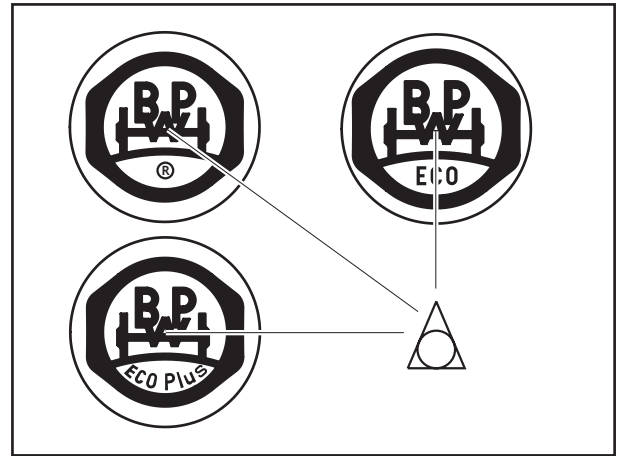
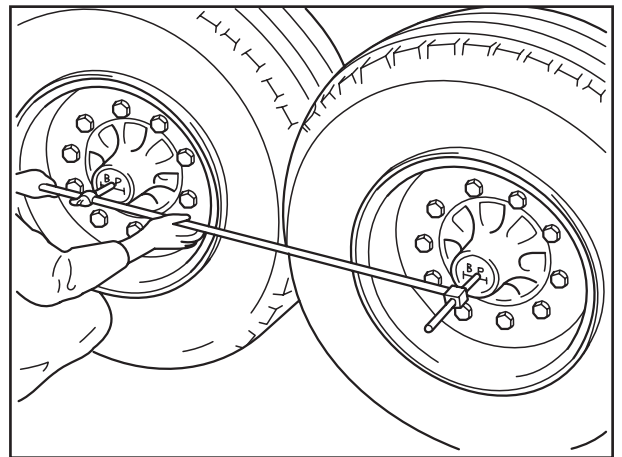

Fig. 11
Fig. 12
- [4] Nabenkapseln ggf. mit etwas BPW Spezial-Langzeitfett ECO-Li^{Plus} nachfüllen (entfällt bei ECO- und ECO^{Plus} Nabensystem) und mit dem vorgeschriebenen Anziehdrehmoment siehe Kapitel 1 festziehen. Das Dreieck im BPW Zeichen liegt zentrisch (Fig. 11).
- [5] Abstand von der Bezugsachse bis zu den nächsten Achsen mit Körnerspitzen im Dreieck der Nabenkapsel (Fig. 12) bzw. bei alten Nabenkapseln in den Ansenkungen der Achsschenkel messen, zul. Toleranz ± 1 mm (Seite 13-2, Fig. 3).
| <p>[4] Refill hub caps, if required, with BPW special longlife grease ECO-Li^{Plus} (does not apply to the ECO and ECO^{Plus} hub system) and tighten in to the specified torque, see chapter 1. The triangle in the BPW symbol is positioned in the centre (Fig. 11).</p> <p>[5] Measure distance from the reference axle to the nearest axles using the triangle of the hub caps (Fig. 12) or, in the case of old hub caps, in the recesses of the steering knuckles: permissible tolerance ± 1 mm (Fig. 3, page 13-2).</p> <p>[6] If differences exist in the results of the measurement, perform setting as described in steps 2. - 4.</p> | <p>[4] Remplir les capuchons de moyeu, en cas de besoin avec un peu de graisse spéciale BPW longue durée ECO-Li^{Plus} (pas pour les systèmes de moyeu ECO et ECO^{Plus}) et visser au couple de serrage prescrit, voir chapitre 1. Le triangle dans le sigle de BPW est au centre (fig. 11).</p> <p>[5] Mesurer l'écart entre l'essieu de référence et les essieux suivants en posant les extrémités d'un pointeau dans le triangle des capuchons (fig. 12) ou, s'il s'agit d'anciens capuchons, dans les creux de la fusée, tolérance ± 1 mm (fig. 3, page 13-2).</p> <p>[6] Si les mesures effectuées ne coïncident pas effectuer le réglage comme décrit aux opérations 2 - 4.</p> |